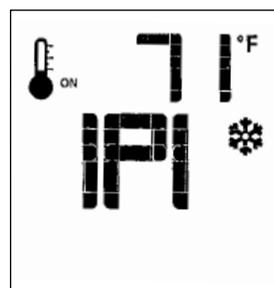
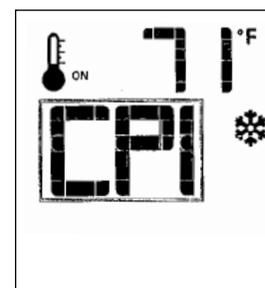

Figure 50. IPI is the default position.
Figure 51. CPI ON.
4. Connectez le faisceau de câble du ventilateur à la borne (B) du panneau de contrôle IFC, tel que montré à la fig. 50. Utilisez le serre-fils (fourni) pour enserrer toute longueur excédentaire du faisceau de câble.
Réglez à «OFF» la télécommande, puis appuyez sur la touche Mode - IPI est le mode par défaut (Fig. 50). Appuyez sur la touche fléchée Haut ( ) pour afficher l'icône «CPI» et activer le mode Veilleuse à allumage permanent (continu) (Fig. 51). Appuyez sur la touche fléchée Bas ( ) pour retourner au mode IPI (Veilleuse à allumage intermittent). Un seul «bip» du récepteur confirmera la réception de la commande.